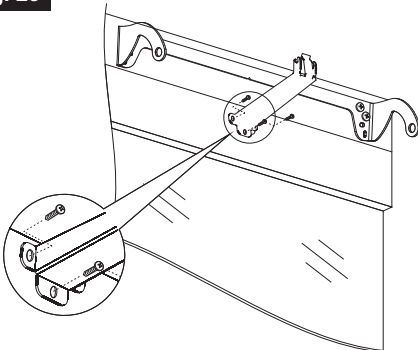

Fig. 26
- 7) **Abb. 26-** Mit den zwei standardgelieferten Schrauben (**Bez. 1**) den Stellantrieb am Fensterkupplungsbügel befestigen;